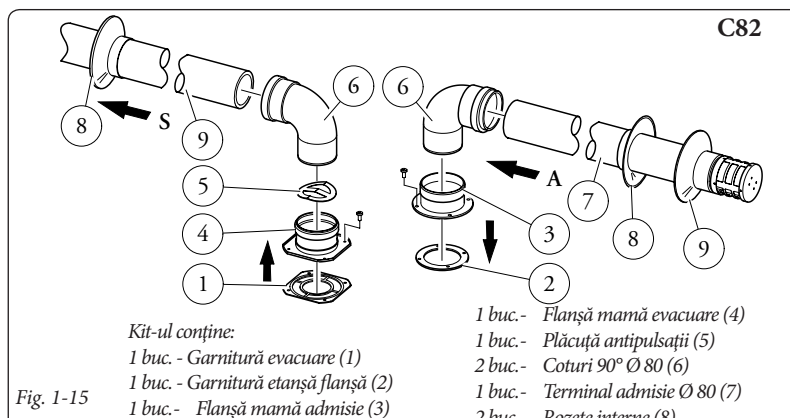

Fig. 1-15
Kit cu conducte separate Ø 80/80. Montarea kit-ului (Fig. 1-15): montați flanșa (4) pe orificiul central al centralei interpunând garnitura (1) și strângeți cu șuruburile cu cap hexagonal și vârful plat prezente în kit, introduceți în interiorul flanșei plăcuța antipulsații și împingeți-o până la capăt (5).